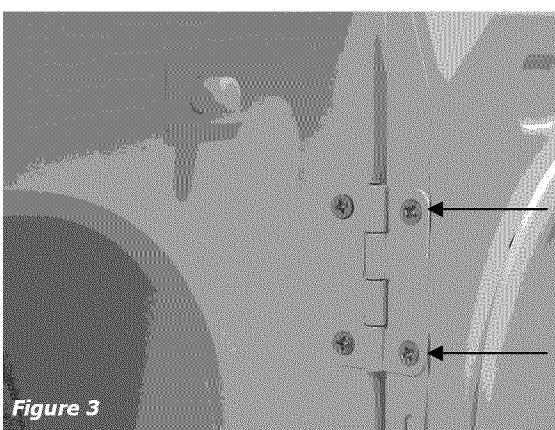

Figure 3
- Placez la Porte, avec le côté de la charnière vers le bas, sur une serviette pour éviter qu'il soit doublé. Enlevez les quatre (4) vis restantes entre la charnière et la porte. (Figure 3)
- Enlevez quatre (4) vis du côté de la Porte, où était installée la charnière.